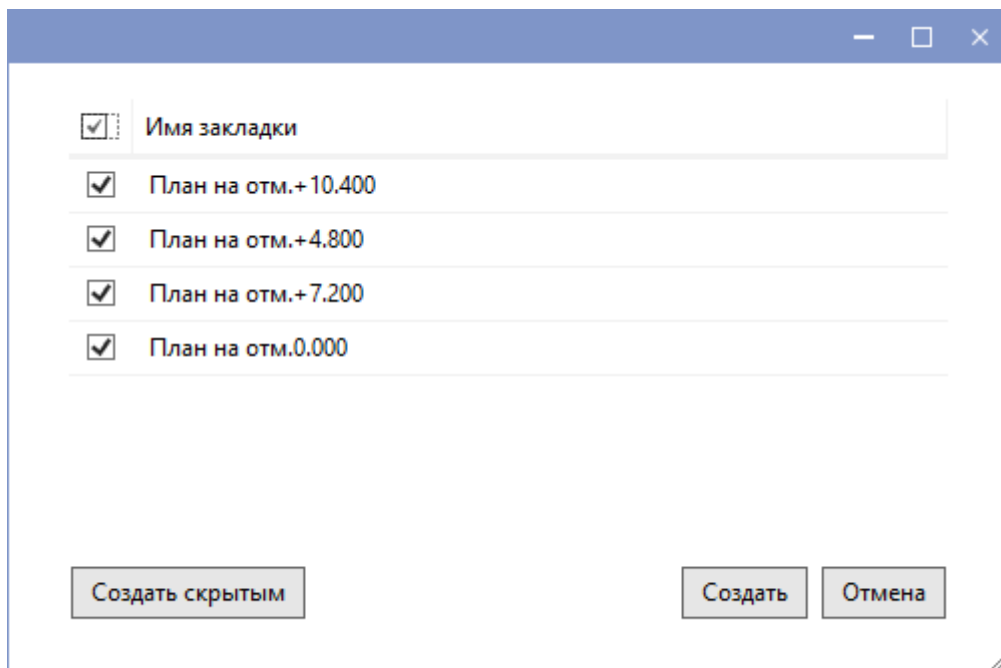

Рис.1.4.3 Выбор листов для публикации
3. Откроется окно выбора листов для публикации (рис.1.4.3.). Укажем листы, которые необходимо опубликовать и нажмем **Создать**